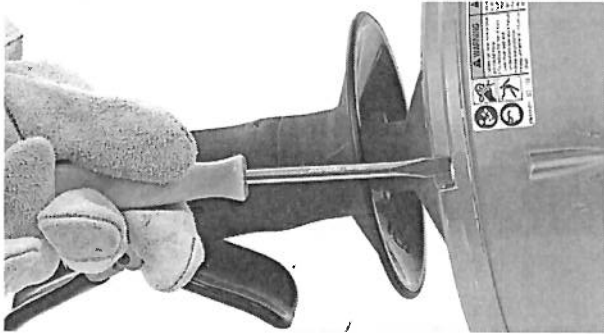

Figura 13 – Afloje los 4 tornillos unas 3 vueltas completas pero no los extraiga
2. Afloje los cuatro tornillos que sujetan la tapa del tambor a la cavidad principal. Afloje cada tornillo unas tres vueltas completas, no los extraiga (Figura 13).